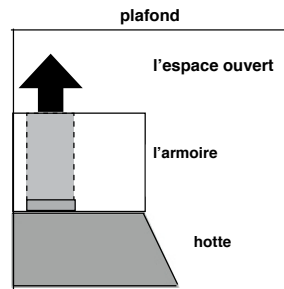
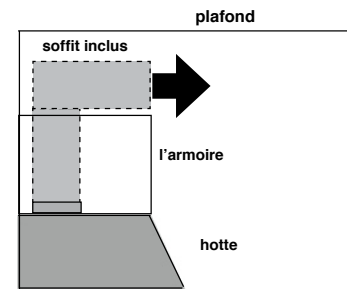

FIGURE 3A
FIGURE 3B
- 2) Some ductwork must be installed to exhaust the rangehood back into the kitchen, either at the top of the cabinet (FIGURE 3A) or at the face or side of the soffit (FIGURE 3B). Install at least 15" of metal ducting (fig. 3A and 3B) at the air exit. Run the duct vertically and secure it at the opening cut out at the top or side of the cabinet or soffit. Installation of a metal grill is recommended. This duct work must not terminate into a dead air space.
Pour recycler des installations, les filtres de charbon de bois sont nécessaires. Enlevez tous les filtres de graisse et les mettez de côté. Attachez un filtre de charbon de bois à chaque extrémité du ventilateur. Attachez de chaque filtre de charbon de bois à la grille noire du côté du ventilateur. Tournez le filtre dans le sens des aiguilles d'une montre pour installer et pour enlever dans le sens contraire des aiguilles d'une montre (FIGURE 3C). Remplacez tous les filtres de graisse. Il y a 2 manières de recycler le Pellicano : 1) Employez le kit de recyclage (vendu séparément), référez-vous aux instructions d'installation à l'intérieur du kit de recyclage. 2) De la canalisation doit être installée pour épuiser le rangehood de nouveau dans la cuisine, au dessus du coffret (FIGURE 3A) ou au visage ou au côté du soffit (FIGURE 3B). Installez au moins 15" ; de la canalisation en métal (fig. 3A et 3B) à la sortie d'air. Courez le conduit verticalement et fixez-le à l'ouverture coupée au dessus ou au côté du coffret ou du soffit. L'installation d'un gril en métal est recommandée. Ce travail de conduit ne doit pas se terminer dans un espace aérien mort.